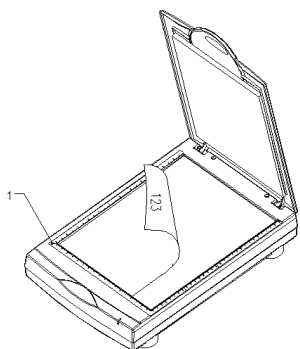

Figura 11: Colocación del documento (1= punto de referencia)
7. Coloque el original que desea escanear en el cristal del escáner, con la imagen hacia abajo (figura 11).